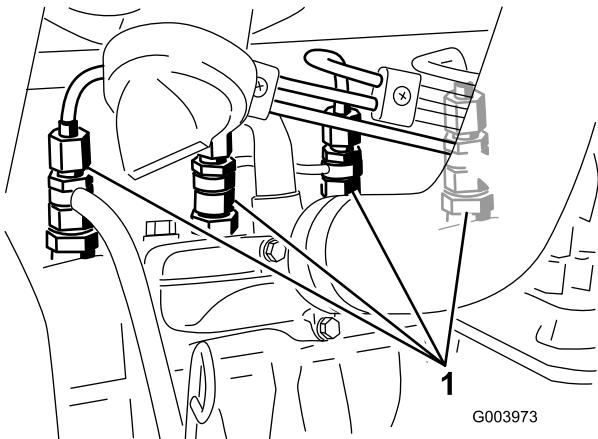

Рисунок 49
1. Ослабьте соединение трубы к соплу № 1 и держателю в сборе (Рисунок 49).